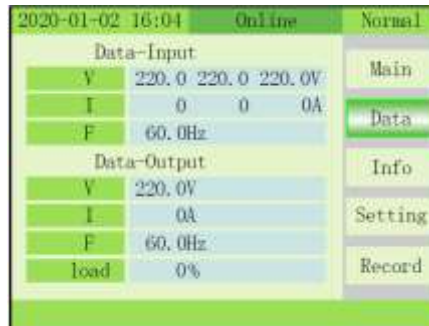

Fig. 4-3 Interfaz de estado básico
2) DATA: Pulse para desplazarte por las opciones de menú (Fig. 4-3).